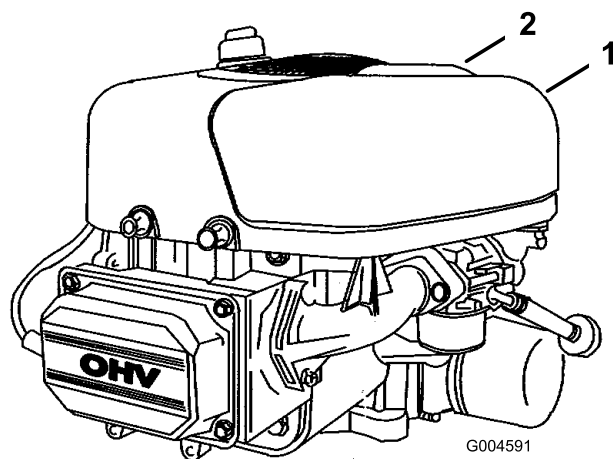

Bild 23
4. Træk luftfilterdækslets håndtag opad, og drej det mod motoren (Bild 23), og fjern luftfilterdækslet.